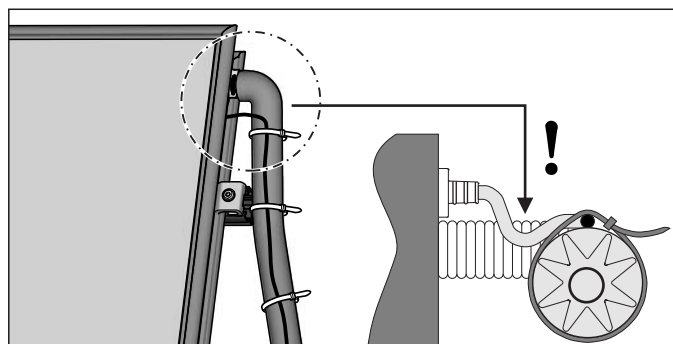

Fig. 4-22 Paso de trabajo 3
- A la hora de tender el cableado, asegurarse de que no entre agua de lluvia en el punto en el que se encaja el sensor (con arco escurridor tendido véase fig. 4-22).